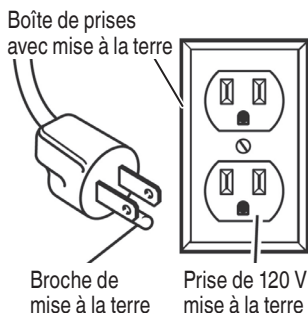

Fig. 1
5. Ce produit est destiné à une utilisation sur un circuit nominal de 120 V et est doté d'une fiche de mise à la terre semblable à la fiche illustrée à la Fig. 1. Brancher seulement le produit à une prise de courant ayant la même configuration que la fiche. Ne pas utiliser d'adaptateur avec ce produit.